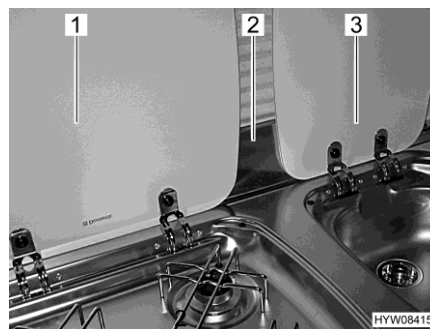

Bild 135 Flammenschutzblech und Abdeckungen
Vor dem Kochen muss das Flammenschutzblech (Bild 135,2) am Fensterrahmen eingehängt werden. Das Flammenschutzblech deckt dann den Bereich zwischen den Abdeckungen für Spüle (Bild 135,3) und Gaskocher (Bild 135,1) ab.
- Flammenschutzblech (Bild 135,2) am Fensterrahmen einhängen.
- Gaskocher-Abdeckung (Bild 135,1) öffnen.